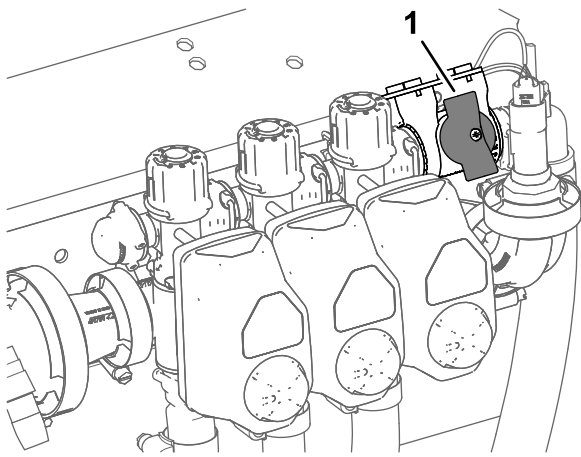

图 40
4. 对于以喷洒率模式操作的机器应确保喷洒臂段旁通切断阀旋钮处于已关闭位置 图 40。
5. 对于以喷洒率模式操作的机器应确保喷洒臂段旁通切断阀已关闭图 40。